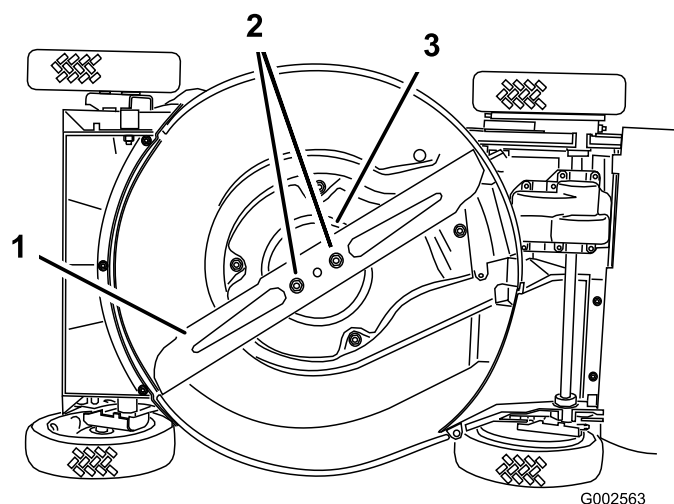

Figure 30
4. Basculez la tondeuse sur le côté **droit** (Figure 30).
Tenez la lame à son extrémité avec un chiffon ou un gant épais. Retirez les écrous de la lame, la coupelle de protection et la lame (Figure 30).
5. Retirez les 2 écrous de la lame, la coupelle de protection et la lame (Figure 30).